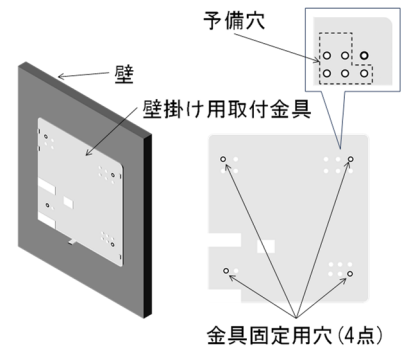

図3.4.5
- 取付金具を壁の取り付けたい場所に木ネジで固定します。(図3.4.5)